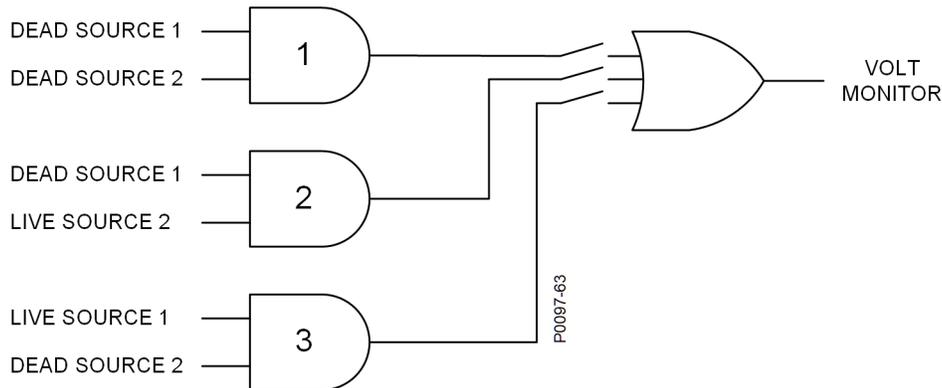

图 18-1. 电压显示器逻辑
电压监测逻辑如图 18-1 所示。对于电压监测逻辑，可以在 **BESTCOMSPlus** 的同步检查 (25) 设置屏幕上选择任何逻辑设置组合。选择逻辑组合时，同步检查元件会关闭图 18-1 中与每个输出相关的相应开关。